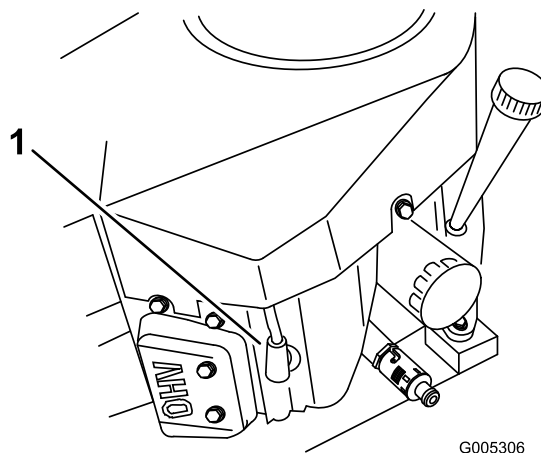

Figura 35
3. Scollegate i cappellotti dalle candele (Figura 35).
3. Collegare i cappellotti alle candele (Figura 35).